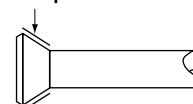

Fig. 15
• Ao ligar a porca de alargamento, aplique óleo éter ou óleo éster à secção de alargamento (interior e exteriormente), rodando 3-4 vezes antes de apertar. **(Consulte a Fig.15)**